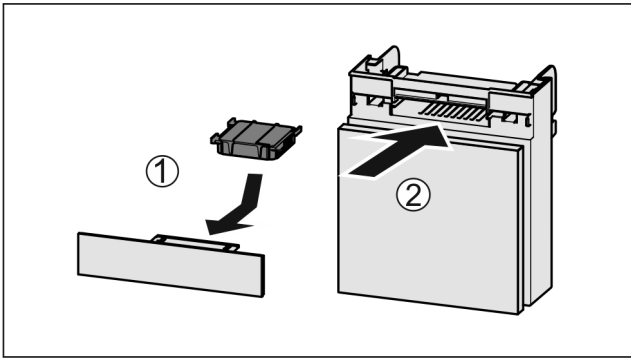

Fig. 90
- ▶ Vložte aktívny uhlíkový filter podľa obrázka Fig. 90 (1).
- ▶ Zasuňte zásuvku Fig. 90 (2).